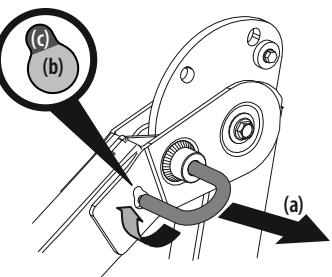

Figura 4
- Tire ligeramente hacia arriba del ROPS superior para aliviar cualquier tensión sobre la chaveta de cierre (a) y gire la chaveta de cierre (a) de la posición TRABADA (b) a la posición AJUSTE (c). Repita el procedimiento para la chaveta de cierre del lado opuesto. Consulte la Figura 4.